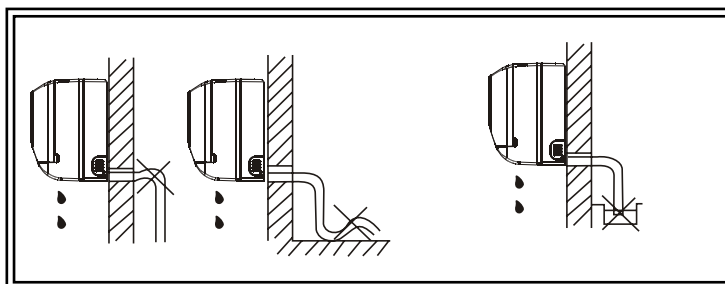

fig.3
2. Nu îndoiiți și nu răsuciți tubulețul de evacuare a condensului, pentru a evita înfundarea sa; nu introduceți direct în apă extremitatea tubului (fig. 3).